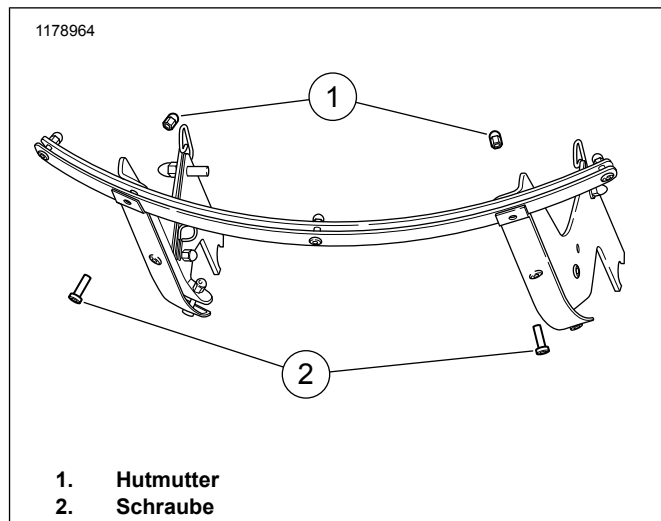

Abbildung 2. Ausbau der Schraube (Windschutzscheibe zur besseren Sicht ausgebaut)
3. Siehe Abbildung 2. Die Schraube (2) und Hutmutter (1) entfernen und entsorgen..